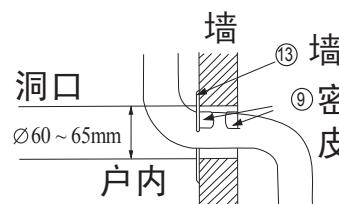

图29
- 2 用附件⑬墙帽及附件⑨密封橡皮泥来整理墙上的洞，如图29、图30。